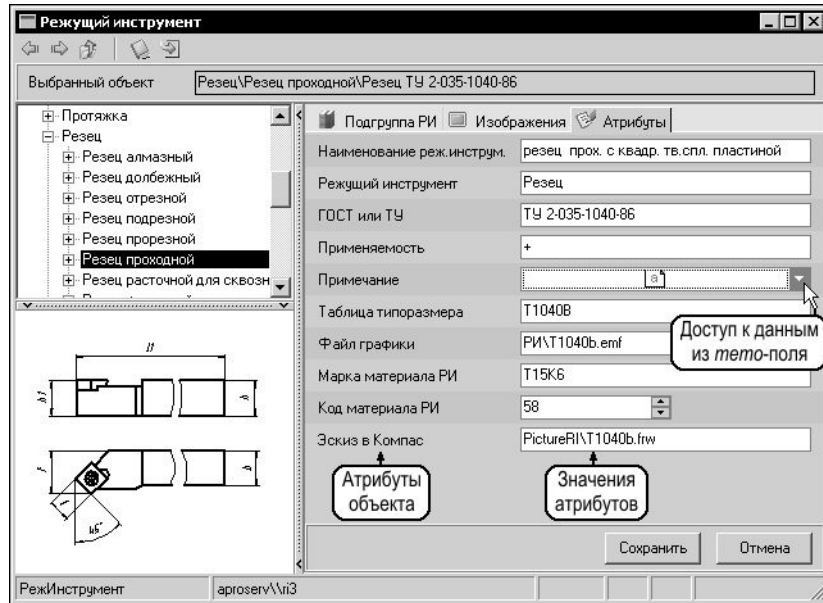

Рис. 8.4. Редактирование атрибутов объекта
3. Внесите необходимые изменения в атрибуты выбранного объекта. Для редактирования содержимого *тето*-полей нажмите кнопку ▼ справа от поля (рис. 8.4). Числовые значения атрибутов можно корректировать с помощью клавиатуры или кнопок счетчика, расположенных справа от поля.